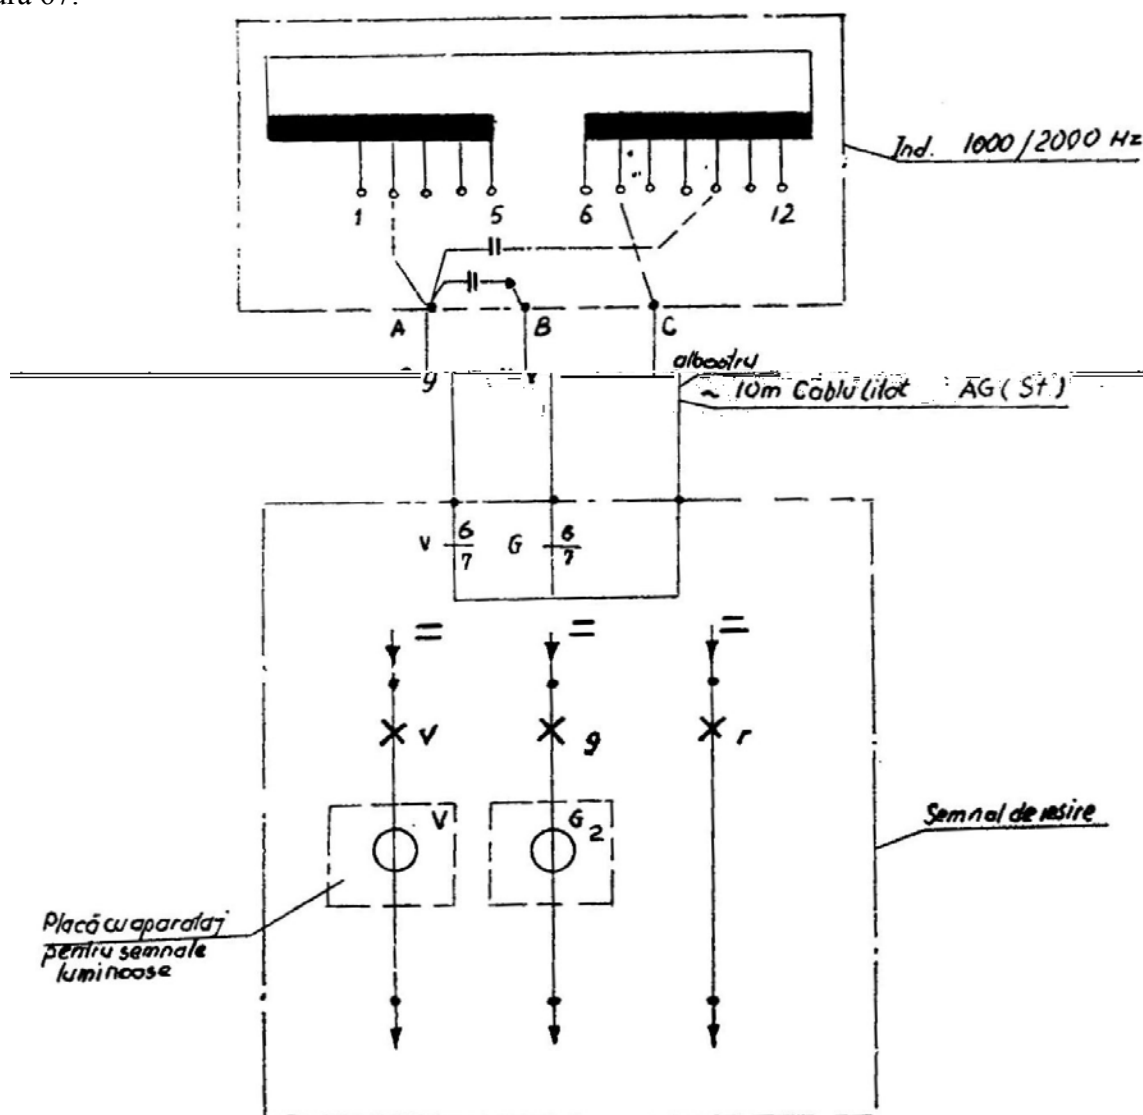

Fig. 66 Schema electrică și conectarea la semnalul de ieșire, alimentat în curent continuu, de la linia directă pe secții cu B.L.A.
m) Semnalul de „ieșire” alimentat în curent continuu de la linia directă, pe secții cu B.L.A., echipat cu inductor de cale de 1 000/2 000 Hz (fig. 66).